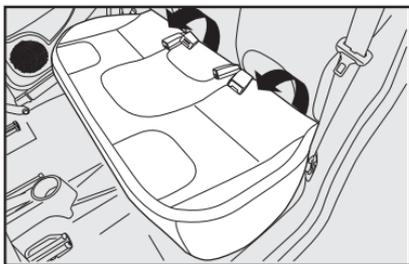

fig. 92
- Rebatir o assento do banco traseiro puxando-o para a frente **fig. 92**.